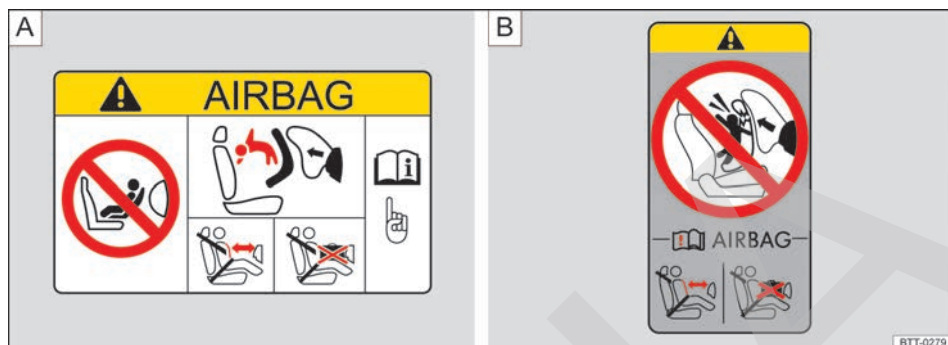

Fig. 76 Representación esquemática: etiqueta adhesiva relativa al airbag en el parasol **A** o en el pilar **B**.
- en el parasol del acompañante \Rightarrow fig. 76 **A**;